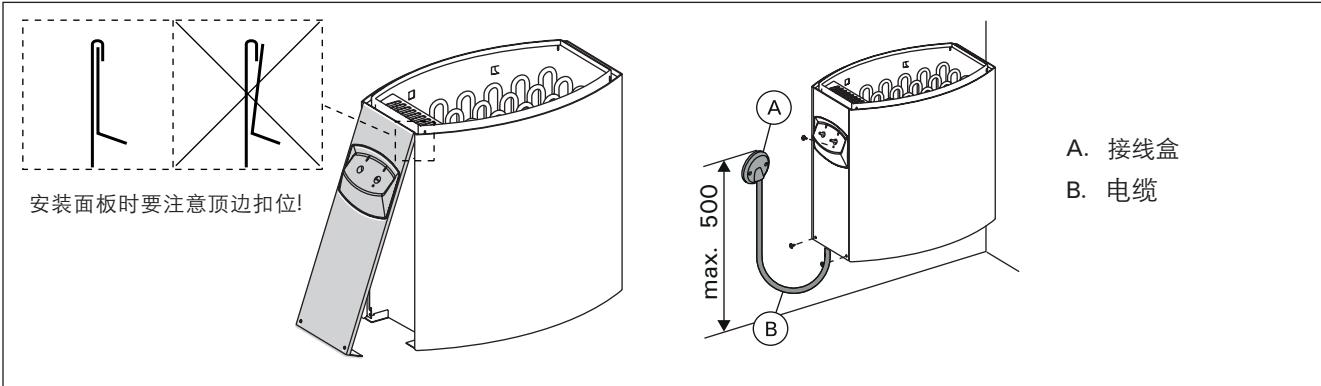

图 8. 安装桑拿炉在墙壁上
- 桑拿炉电线要接到墙壁固定的接线盒上。(见图8: A)接线盒要有防水溅功能, 离地不许高过500mm毫米。
- 电缆(见图8: B)接线电缆类型使用橡胶皮H07RN-F或者相等的。
- 安装面板时要注意顶边扣位。见图8.